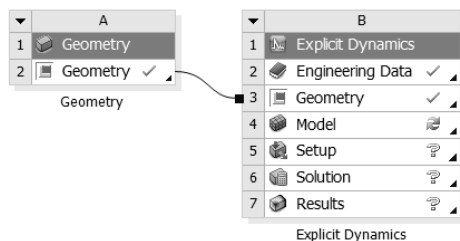

图 11-11 项目 B
Step2：此时创建了项目 B (Explicit Dynamics) 显式动力学分析模块，如图 11-11 所示。